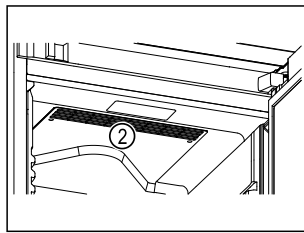

Fig. 62
- ❑ Ikke tildekk luftåpningen Fig. 62 (2) til omluftviften inne i apparatet.